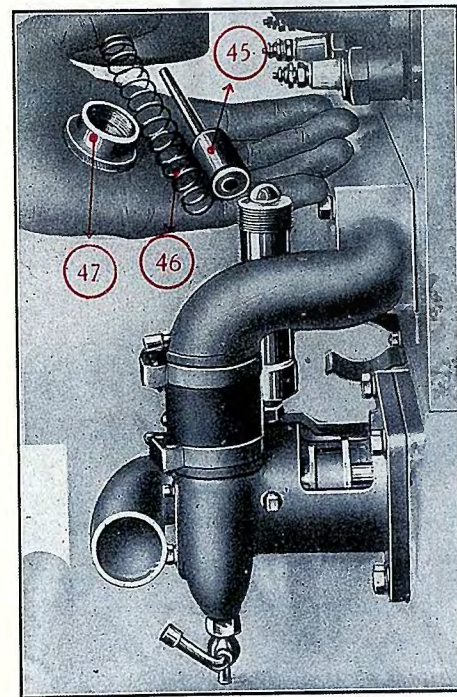
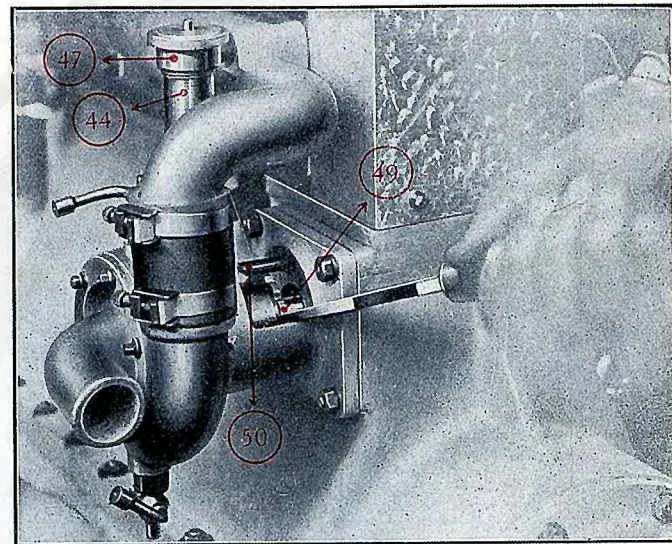
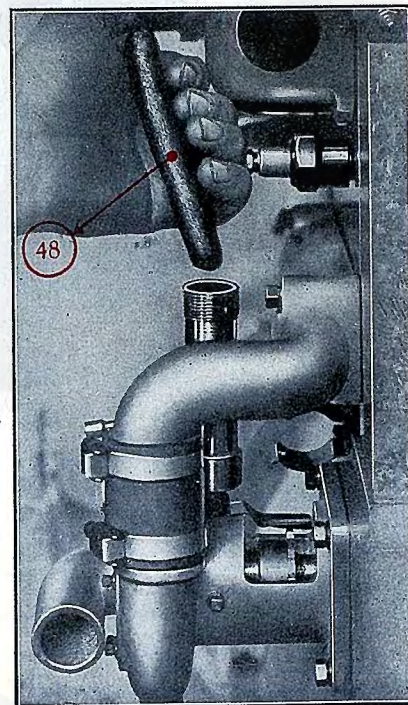
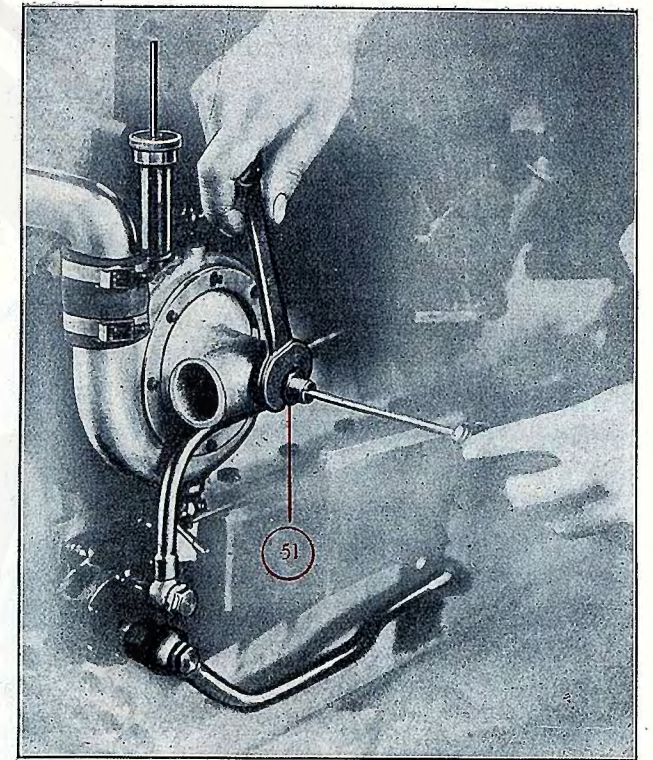

FIG. 6
FIG. 5
FIG. 7
FIG. 8
son axe il a été prévu un graisseur automatique (44, fig. 5) qui est composé d'un cylindre assez long, permettant une importante réserve de graisse, d'un piston (45, fig. 6), d'un ressort (46, fig. 6) et d'un bouchon (47, fig. 6). Sous l'action de la
pression du ressort, la graisse pénètre dans le frottement de l'axe de la pompe et maintient celui-ci en état parfait de bon fonctionnement. La provision de graisse est épuisée lorsque la tige du piston arrive à 1 centimètre environ du bouchon (47). C'est le cas du graisseur à la fig. 5. Pour les recharges procéder comme il est indiqué fig. 6 et figure 7. Il faut dévisser le bouchon, sortir le ressort et le piston et procéder au remplissage comme indiqué fig. 7 en employant de la graisse assez consistante pour permettre de rouler un cylindre de graisse (48, fig. 7) que l'on introduit dans le cylindre vide. On remonte ensuite le piston, le ressort et le bouchon, la tige du piston apparaît alors comme dans la figure 8. L'étanchéité de l'axe de la pompe est assurée par un presse-étoupe. S'il se produit une fuite d'eau à cet endroit (49 fig. 5), si légère soit-elle, il faut serrer l'écrou de bronze crénelé pour resserrer le presse-étoupe. A cet effet il suffit d'engager dans les crans de l'écrou la pointe d'un tournevis et d'appuyer sur le manche pour faire tourner l'écrou. Répéter l'opération jusqu'à ce qu'on obtienne une résistance suffisante qui indique que la garniture du presse-étoupe est de nouveau comprimée pour arrêter la fuite. Le n° 50 de la figure 5 indique un ressort qui doit tomber dans un cran de l'écrou pour le maintenir fixé dans sa position serrée. Les dépôts calcaires de l'eau en circulation peuvent amener l'usure de la butée de l'axe de la pompe laquelle est assurée par une vis au centre de la pompe (51, fig. 8). La position de cette vis est fixée par un contre-écrou engagé dans la clé. Lorsque la butée est un peu trop usée, la turbine qui est en aluminium peut venir frotter contre le corps de la pompe aluminium et pourrait le manger complètement si on ne procède pas au réglage. Ce réglage est nécessaire et existe seulement pour les moteurs 8 cylindres 2 litres et 2 litres 300.
Pour régler il faut desserrer le contre-écrou et le maintenir desserré pendant qu'on resserre la vis jusqu'à ce qu'elle vienne en contact avec l'extrémité de l'axe de la pompe comme indiqué figure 8. Ensuite resserrer